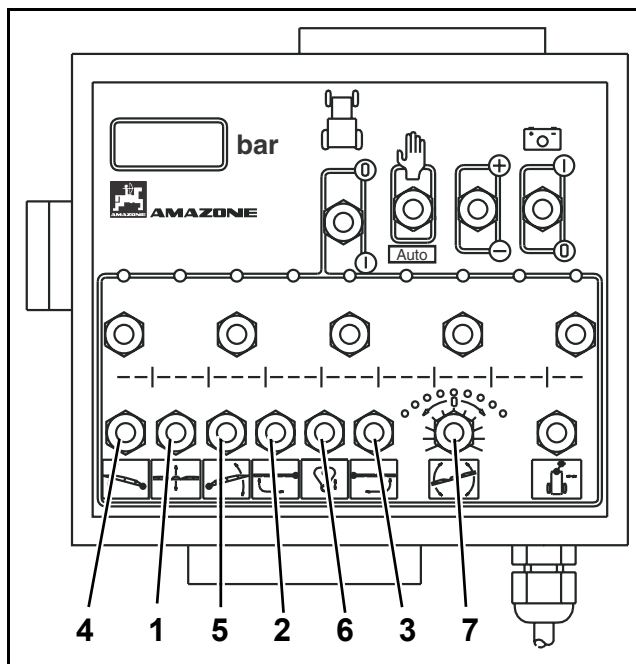

Fig. 8.67
- Maintenez les interrupteurs (Fig. 8.67/4 et Fig. 8.67/5) sur la position "abaissér" jusqu'à ce que les deux faisceaux de bras de rampe soient en position basse horizontale.
- Maintenez les interrupteurs (Fig. 8.67/2 et Fig. 8.67/3) sur la position "déplier" tout le temps nécessaire à ce que tous les tronçons de rampe soient totalement dépliés. Les vérins hydrauliques se chargent respectivement à verrouiller la rampe en position de travail.
- **Déverrouillez l'amortissement tri-directionnel en appuyant sur la touche (Fig. 8.67/6) (voir chap. 8.3.2.4).**
- Actionnez l'interrupteur (Fig. 8.67/1) pour régler la hauteur de travail de la rampe souhaitée.
- En actionnant l'interrupteur (Fig. 8.67/1) correspondant à la fonction montée/descente hydraulique, montez la rampe à mi-hauteur.
- **Verrouillez l'amortissement tri-directionnel en appuyant sur la touche (Fig. 8.67/6) (voir chap. 8.3.2.4).**
- Maintenez les interrupteurs (Fig. 8.67/2 et Fig. 8.67/3) sur la position "replier" jusqu'à ce que tous les tronçons de la rampe soient totalement repliés et les deux faisceaux de bras repliés relevés obliquement.
- Maintenez les interrupteurs (Fig. 8.67/4 et Fig. 8.67/5) sur la position "replier" jusqu'à ce que tous les tronçons de la rampe soient totalement repliés et les deux faisceaux de bras repliés relevés obliquement.
- Maintenez les interrupteurs (Fig. 8.67/2 et Fig. 8.67/3) sur la position "relever" jusqu'à ce que les deux faisceaux de bras de rampe soient relevés obliquement.